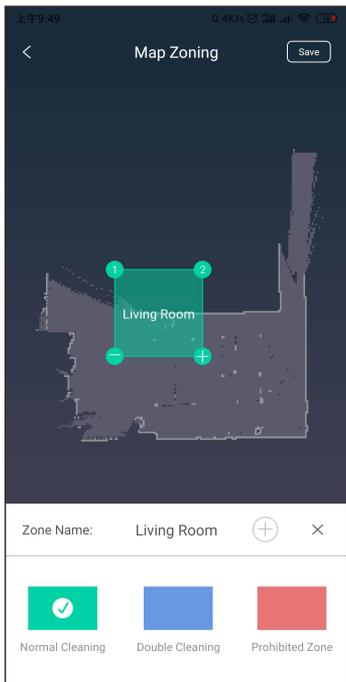

Fig.1
1. Scegliere "Scelta della zona", creare una nuova zona e assegnare il nome. Dopo di che spostare il riquadro sulla mappa (Fig. 1) e scegliere il tipo di pulizia per la zona: Pulizia standard (pulizia singola), Pulizia doppia (pulizia due volte), Zona vietata (scelta della zona vietata) e dopo scegliere Pulizia. Zona impostata con successo.